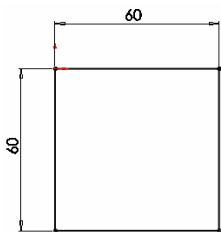

图 13-48 绘制草图
- ① 在左侧的“FeatureManager 设计树”中用鼠标选择“上视基准面”作为绘制图形的基准面。
- ② 选择菜单栏中的“工具”→“草图绘制实体”→“矩形”命令，以原点为一角点绘制一个边长为 60 的正方形。结果如图 13-48 所示。